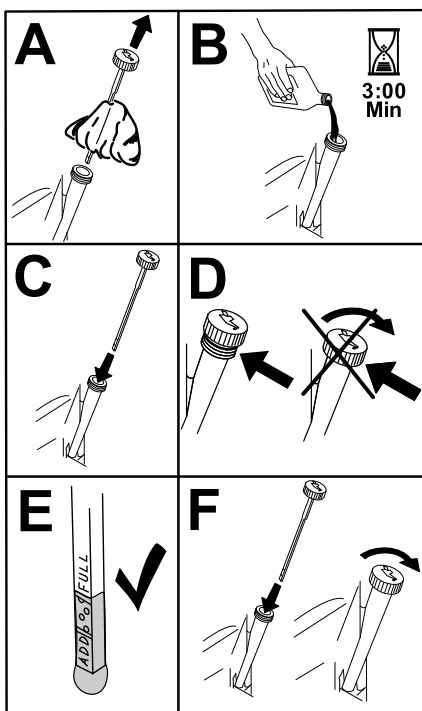

Figura 56
5. Versate lentamente circa l'80% dell'olio indicato nel tubo di rifornimento e sempre con cautela rabboccate l'olio necessario per portarlo alla tacca di **Pieno** (Figura 56).